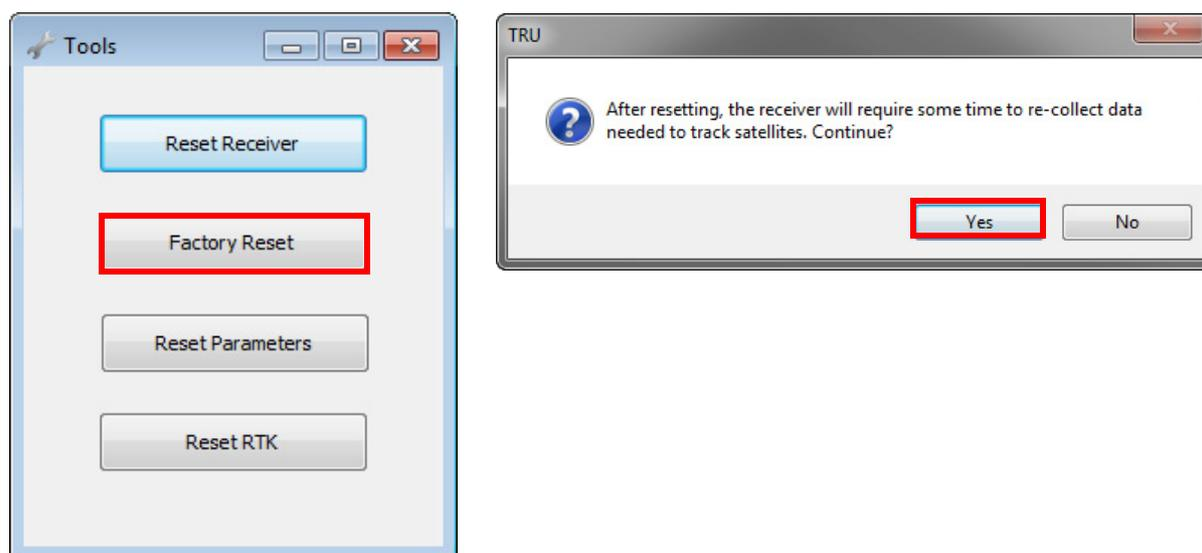

図 18 Tools ウィンドウ
**Tools** ウィンドウが表示されます。受信機をリセットして NVRAM をクリアすることができます。(図 18)